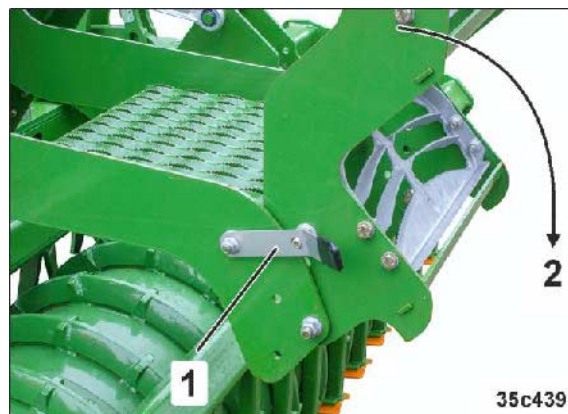

Fig. 139
2. Oplås trinnet (Fig. 139/1), og klap det ned (Fig. 139/2). Benyt trappetrinnet som greb.